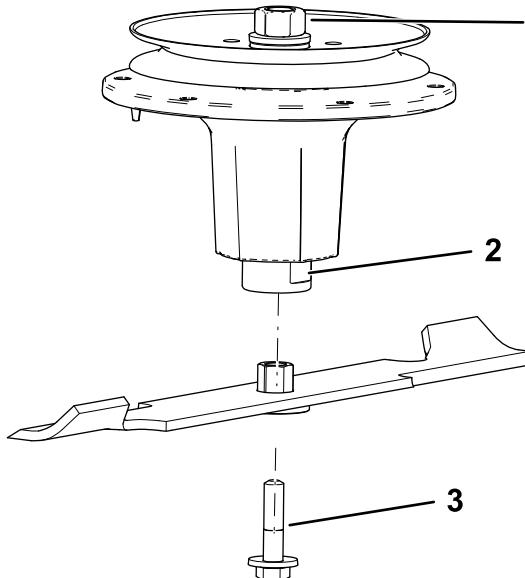

Figura 83
2. Montate il gruppo boccola/lama nell'albero del mandrino (Figura 83).